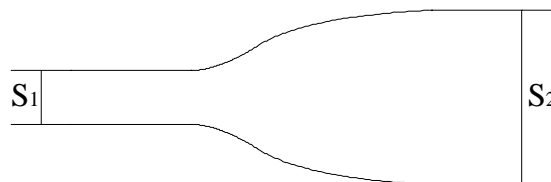

Figure I.1
1. On considère l'écoulement permanent d'un fluide incompressible (masse volumique μ) dans une canalisation horizontale ayant une symétrie de révolution et présentant un évasement (cf. figure I.1).